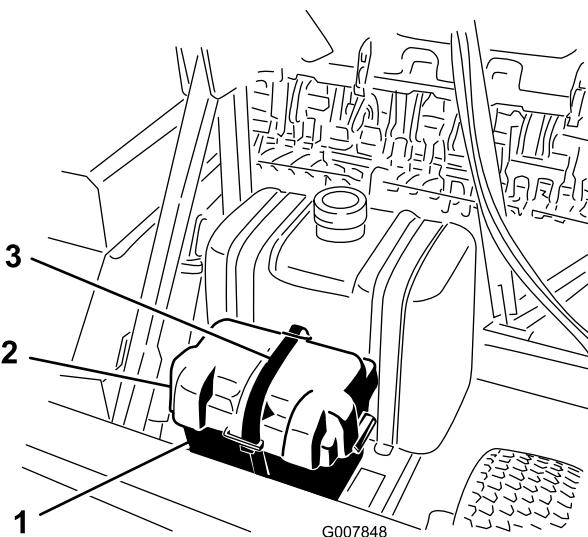

Figure 3
- Détachez la sangle qui retient le couvercle de batterie sur le compartiment de batterie (Figure 3).